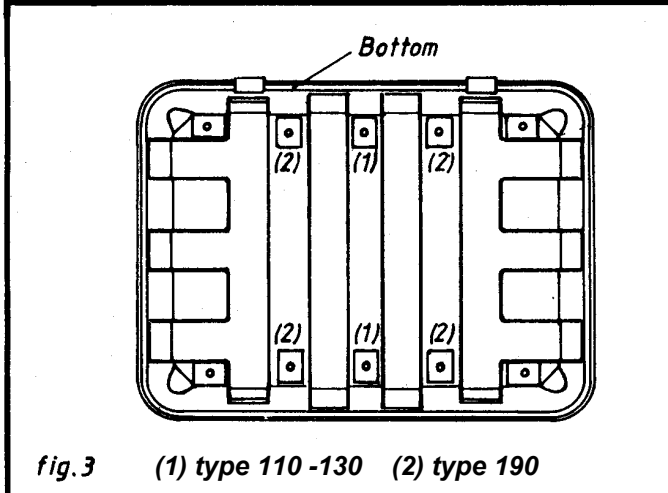

fig. 3 (1) type 110-130 (2) type 190
- Setzen Sie den Koffer auf die ausgewählte Stelle. Setzen Sie die 6(8) Befestigungsplatten so viel wie möglich in die Position wie angegeben auf Fig. 3. Sorgen Sie dafür dass die Platten genau auf die Dachbalkchen liegen.
- Bohren Sie durchhin das mittlere Loch der Platten ein Loch von 5 mm durchhin den Kofferboden und das Dach, bis die Balkchen erreicht sind. Es empfiehlt sich, die ersten Löcher diagonal gegenüber einander zu bohren (Fig.3).
- Place the box in the right position on the roof. Place the 6(8) fixation plates as much as possible in the position as shown on figure 3. Make sure that the plates are situated just above the cross-beams.